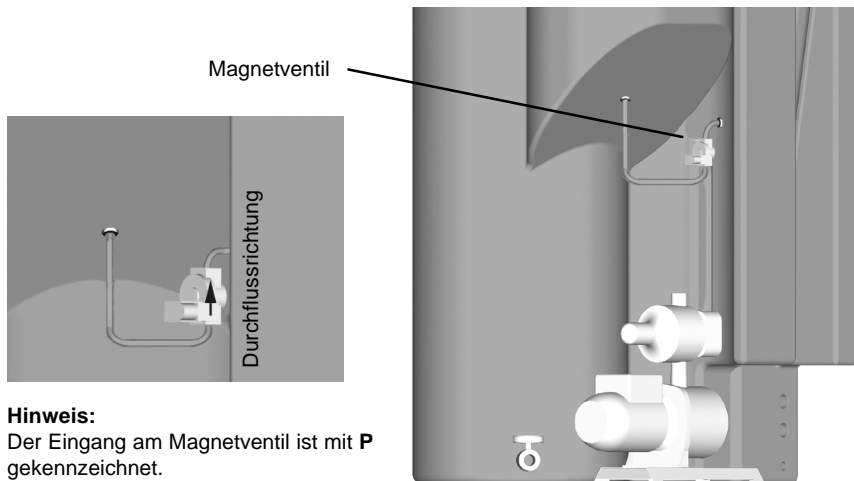

Bild 5
- Installieren Sie das Magnetventil für das Filtrat mittels der bereits montierten 8mm Schlauchstücke zwischen den Filtratausgang am Schlaufenreaktor und dem Klarwasserbehälter, siehe Bild 5.